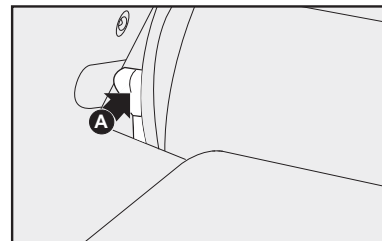

fig. 129
3) Desbloquee el respaldo del asiento utilizando las palancas laterales **A**-fig. 129, en el sentido de la flecha.